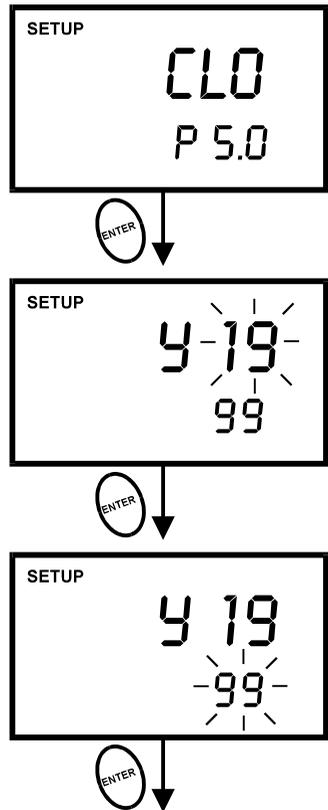

图 34 - P5.0: 设置世纪和年份
6. 按 MI/▲或 MR/▼键选择正确的年份。参见图 34。